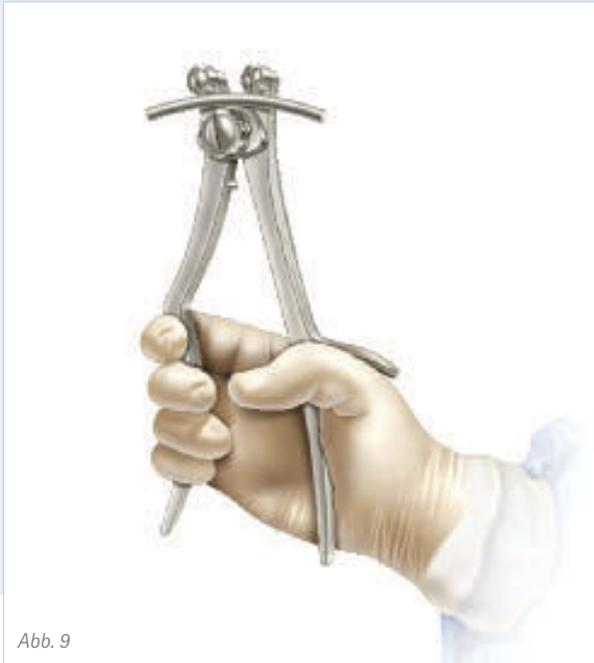

Abb. 9
- Für die Anpassung des Stabes wird dieser in der Stabbiegezange platziert und diese so weit zgedrückt, bis die gewünschte Konturierung erreicht ist (Abb. 9).